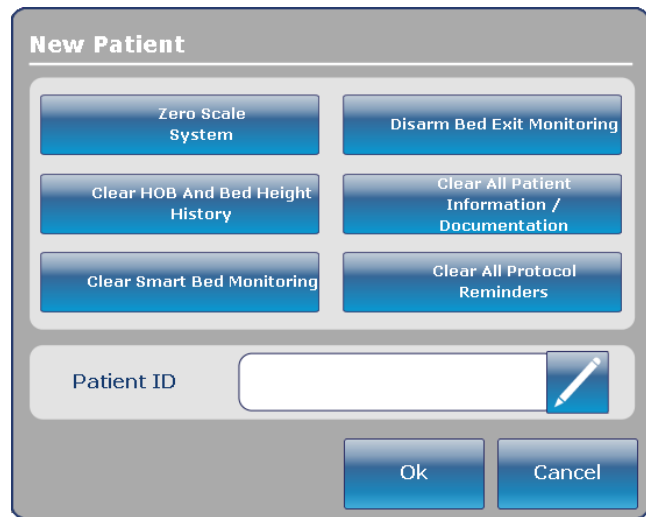

Figure 3.1
- Nouveau patient (New Patient) : Appuyez sur le bouton « Nouveau patient » pour afficher la figure 3.1 et inscrire les renseignements sur le patient.
Lorsque l'utilisateur appuie sur le bouton « New Patient » (Nouveau patient) depuis l'écran Patient Information (Renseignements patient), la figure 3.1 s'affiche. Vous pouvez inscrire l'identité du patient en appuyant sur l'icône-crayon, ce qui fera apparaître un écran-clavier. Une fois que le nom du patient est inscrit, appuyez sur « Ok » sur l'écran-clavier puis sur « Ok » dans l'écran « Nouveau Patient ». L'écran « Renseignements sur le patient » s'affichera avec la nouvelle identité du patient.